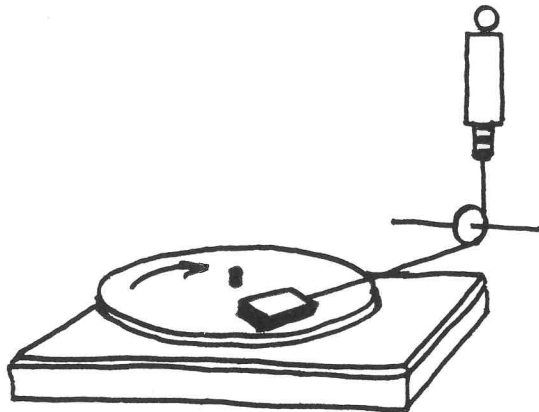

Fig. 37
b) Fig. 37: Forsøg med klodsen, der glider på den roterende pladetallerken, viser, at friktionen afhænger af trykket (proportional med trykket) og overfladens beskaffenhed, men *ikke* af understøtningsfladens størrelse.